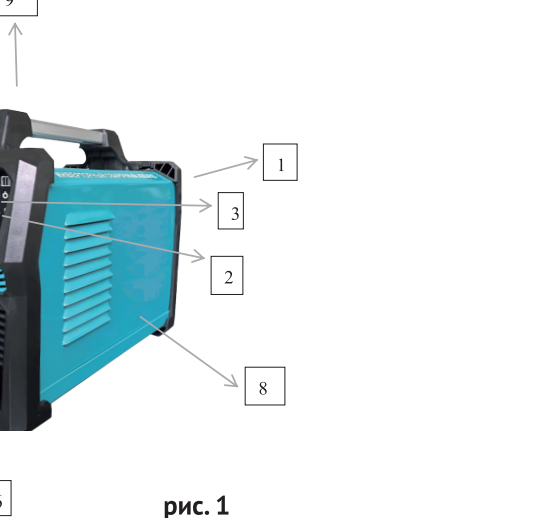

рис. 1
4.2 Основные узлы инвертора: трансформаторы, конденсаторы, радиаторы, плата управления и вентилятор расположены в металлическом корпусе (рис.1 поз. 8) с вентиляционными решётками для отвода тепла. Охлаждение прибора обеспечивают два радиатора и вентилятор. Ручкой потенциометра (рис.1 поз.5) регулируется ток сварки, в зависимости от диаметра электрода и свариваемого материала. Выключатель (рис.1 поз.1), расположенный на задней панели имеет два фиксированных положения «I» - включено и «0» - выключено.
6.4.1 Сварочный кабель с электрододержателем подключается к быстрозажимной клемме «плюс» (рис.1 поз.7), за исключением случая использования кислотных электродов. В любом случае, сначала ознакомьтесь с инструкцией на упаковке электродов.
6.4.2 Кабель массы подключается к быстрозажимной клемме «минус» (рис.1 поз.6) и крепится к рабочей поверхности, как можно ближе к месту сварки.
7.1 В большинстве случаев электрод подключается к быстрозажимной клемме «плюс» (рис.1 поз.7), однако есть некоторые виды электродов, подключаемых к быстрозажимной клемме «минус» (рис.1 поз.6), поэтому подключайте сварочные кабели следует в соответствии с полярностью аппарата «+» и «-» и типом электродов.
7.4 Ток сварки регулируется с помощью ручки потенциометра (рис.1 поз.5).